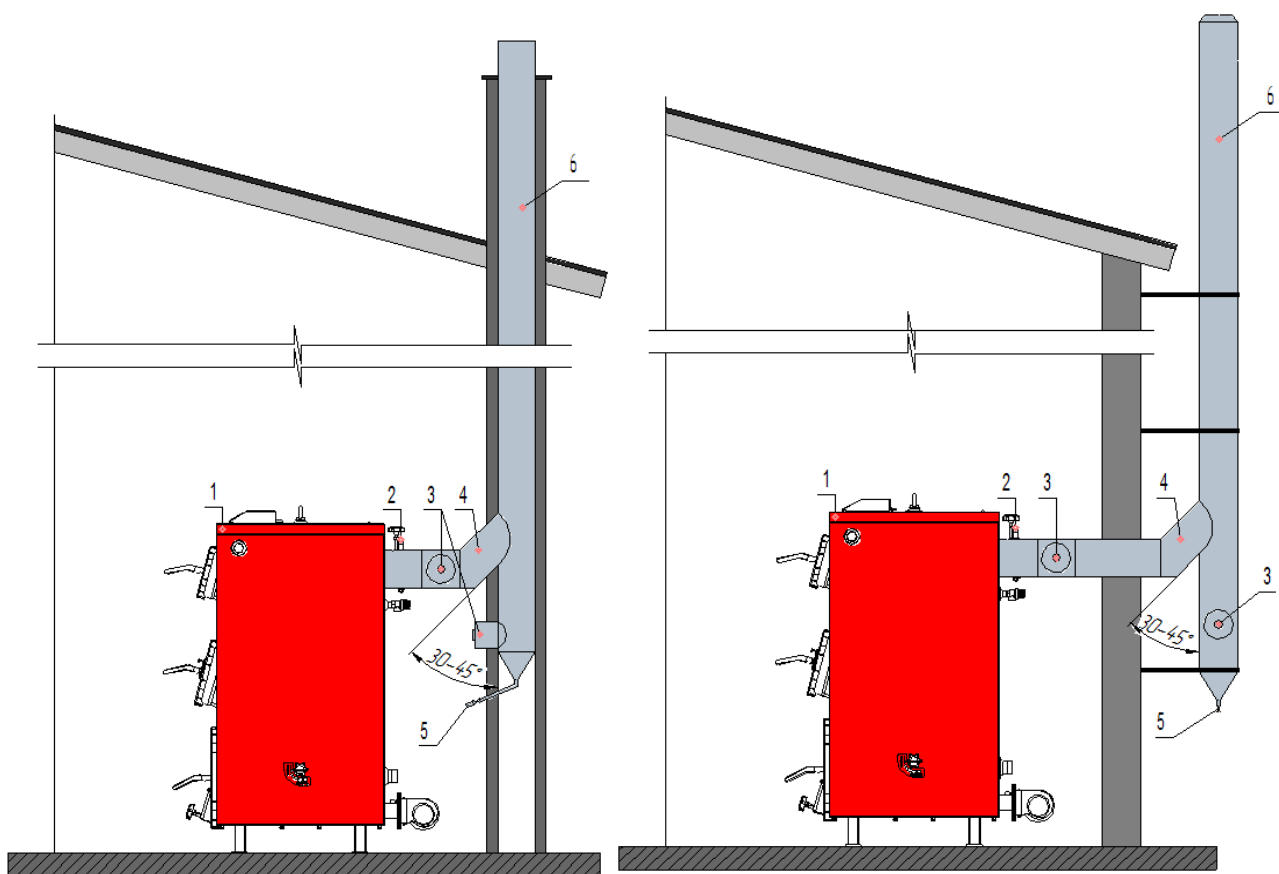

Рис.10 Рекомендована схема по під'єднанню котла до димоходу
- 8.4.6 Забороняється монтувати димохід (димову трубу) безпосередньо на димоході котла. Рекомендована монтажна схема підключення котла до димоходу показана на (Рис.10).